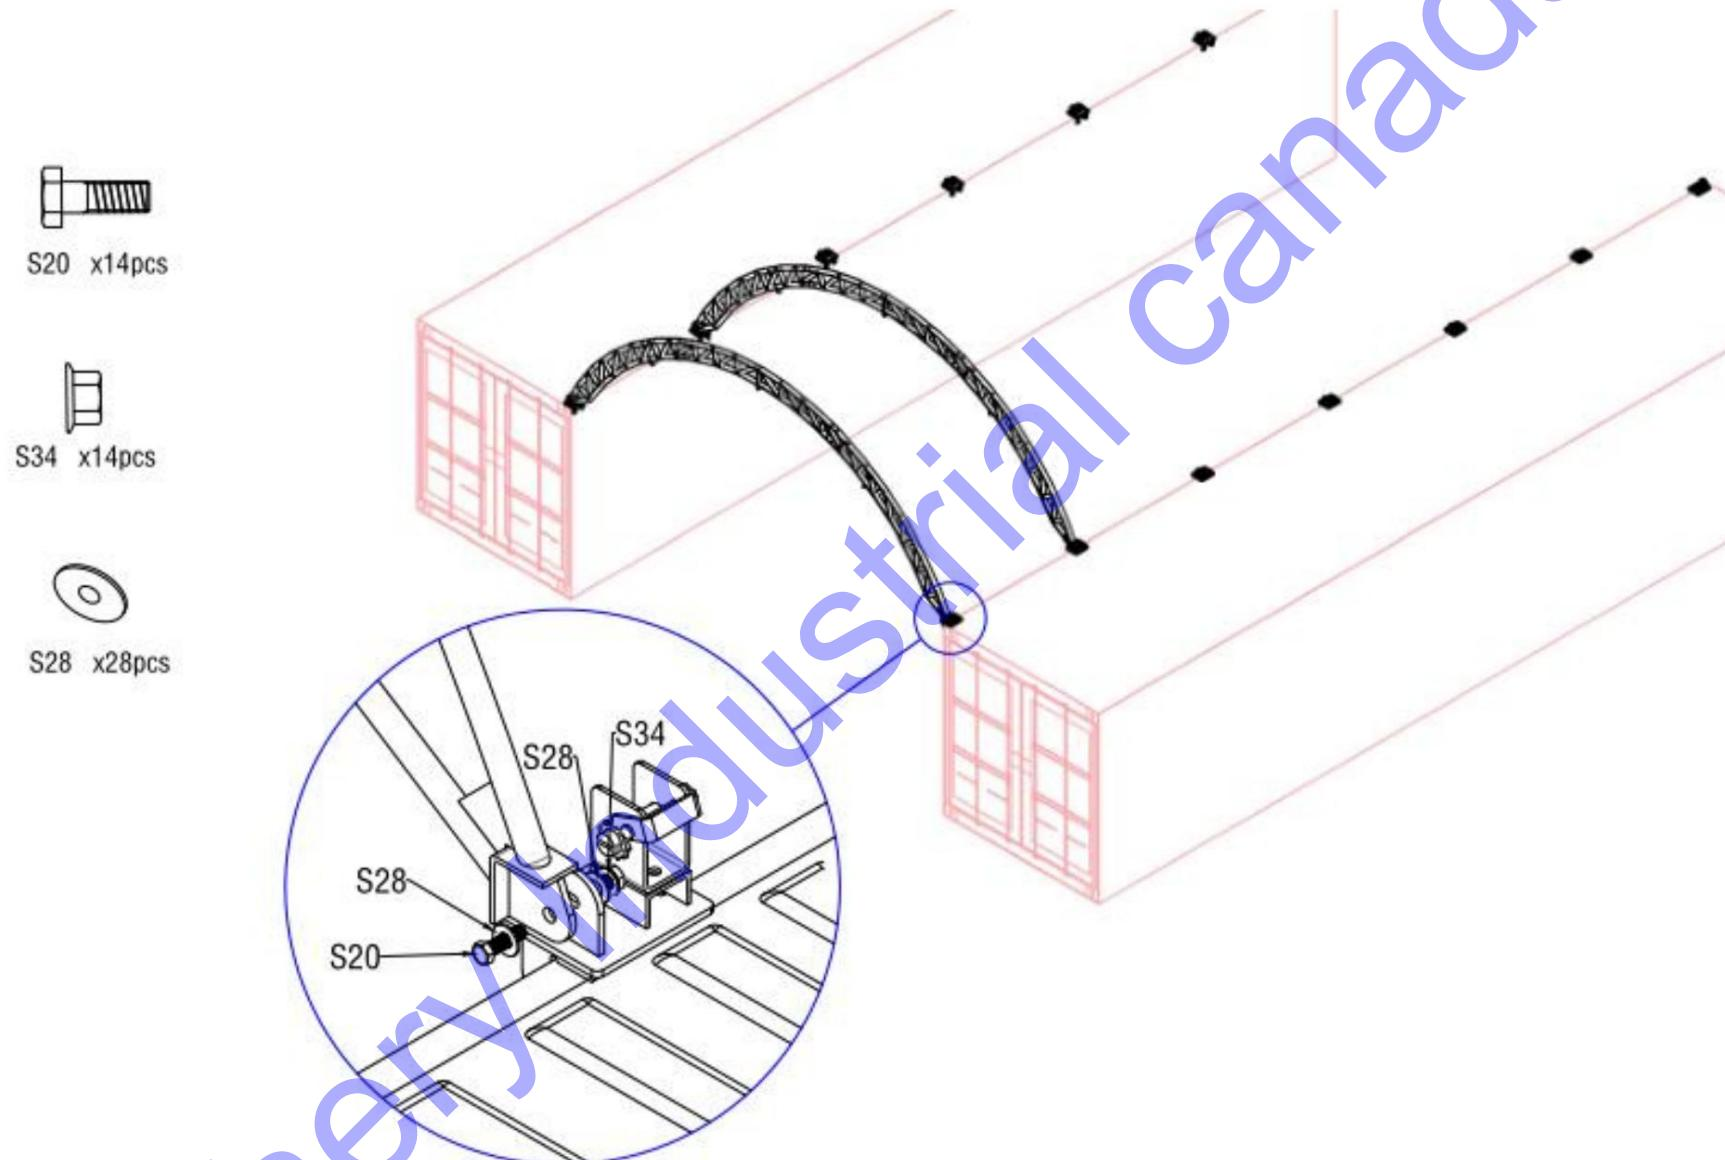

Figure 4
2.3 Soulevez une arche assemblée sur une plaque de base et connectez l'arche à la plaque de base à l'aide du boulon M14x50mm (pièce n° S20). et forcez l'autre extrémité de l'arche sur la plaque de base opposée de la même manière que le montre la figure 4.